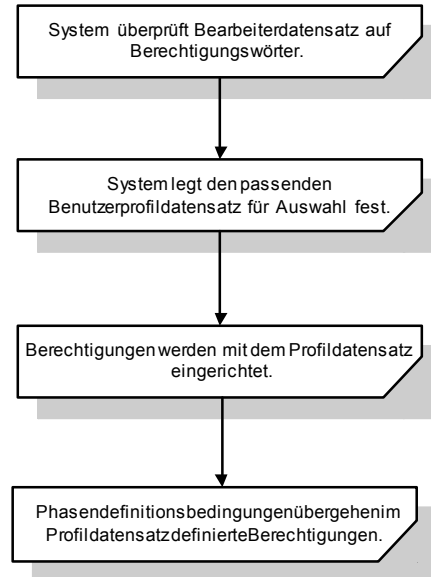

Abbildung 10-3: Ausführungsreihenfolge der Change Management-Zugriffskontrolle
- 4 Je nach den im Definitionsdatensatz der *Phase* festgelegten Bedingungen, wird einem Benutzer möglicherweise nicht gestattet, eine Änderung oder Aufgabe zu aktualisieren, selbst wenn ihm die allgemeine Berechtigung dazu im Benutzerrollenprofil-Datensatz erteilt wurde. Abbildung 10-3 zeigt die Ausführungsreihenfolge.